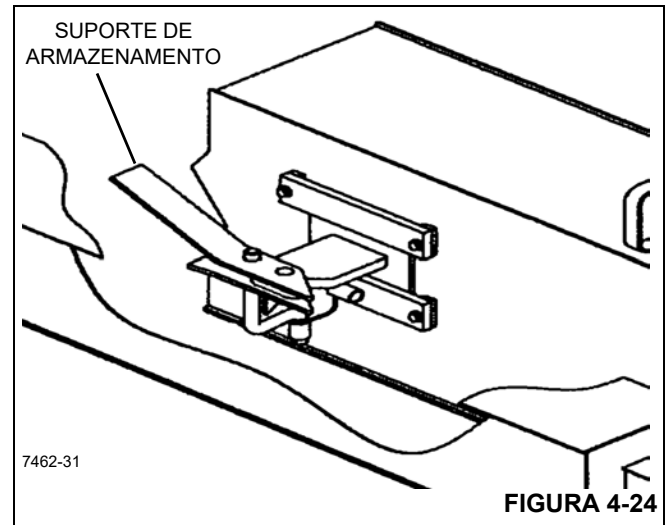

FIGURA 4-24
É extremamente importante para a segurança do operador do guindaste e de todas as outras pessoas trabalhando próximo do guindaste que a extensão da lança do jib esteja fixada corretamente ao suporte de armazenamento do jib (Figura 4-24) e à extremidade da lança principal.
5. Com o jib preso à cabeça da polia, gire o jib paralelo à lança e fixe-o ao suporte de armazenamento do jib Figura 4-24.